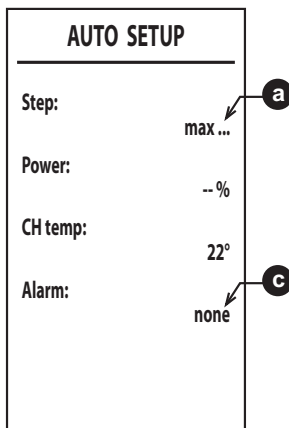

fig. 39
6. Dopo l'accensione, il bruciatore si posiziona in riscaldamento alle varie potenze (max, med, min) indicate dal punto **a** (fig. 39). Qualora lo smaltimento termico dell'impianto non fosse sufficiente a far terminare la procedura, si può attivare, **solamente dopo che il bruciatore si è acceso**, una richiesta di Sanitario.
8. Qualora la sequenza di accensione descritta al punto “6” non sia andata a buon fine, compare la scritta **max_err** al punto **a** e un codice di errore al punto **c** (fig. 39).